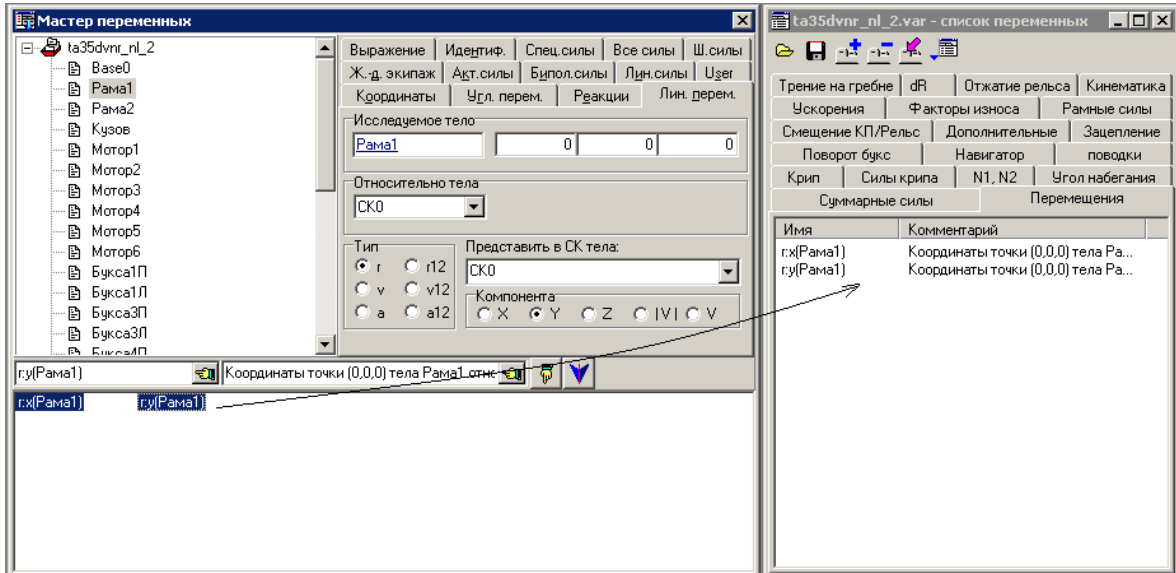

Рис. 4.26. Создание списка переменных
- Создать переменную и перенести на соответствующую вкладку списка (рис. 4.26);